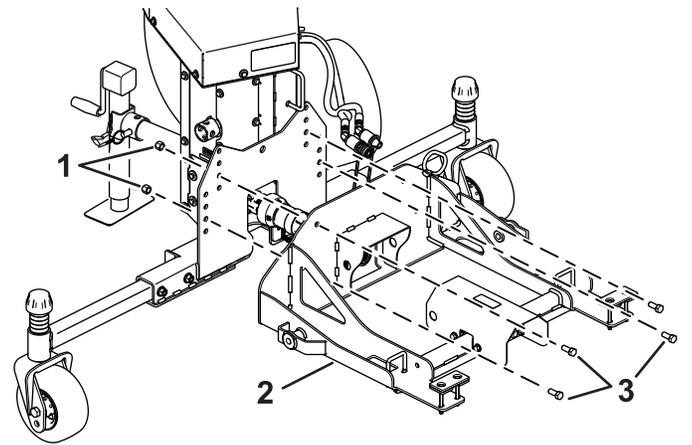

Bild 11
- Montieren Sie die Befestigungsplatte mit vier Schrauben (1/2" x 1 1/4") und vier Sicherungsmuttern (1/2") am Laubbläserrahmen und verbinden Sie die Gebläseantriebswelle mit der Keilwelle an der Befestigungsplatte, indem Sie die Schnellkupplung auf die Welle schieben (Bild 11).